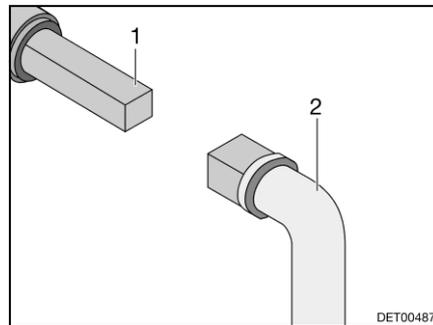

Fig. 94 Utilizzo del rubinetto di scolo delle acque grigie
- Inserire la chiave (Fig. 94,2) sul perno quadro (Fig. 94,1).